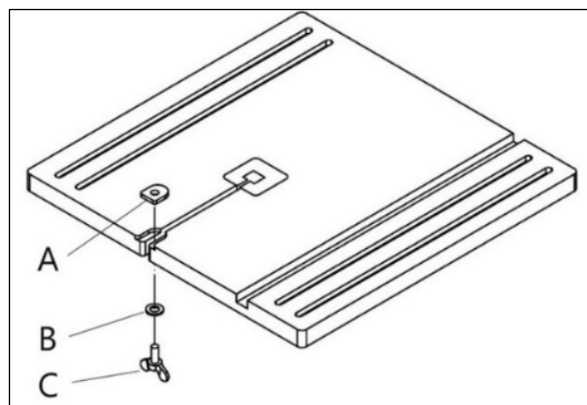

Рисунок 4.
Прикрепите ручку к верхней части станка с помощью двух винтов (рис. 4).
- Установите на место D-образную гайку, шайбу и винт (рис. 4).